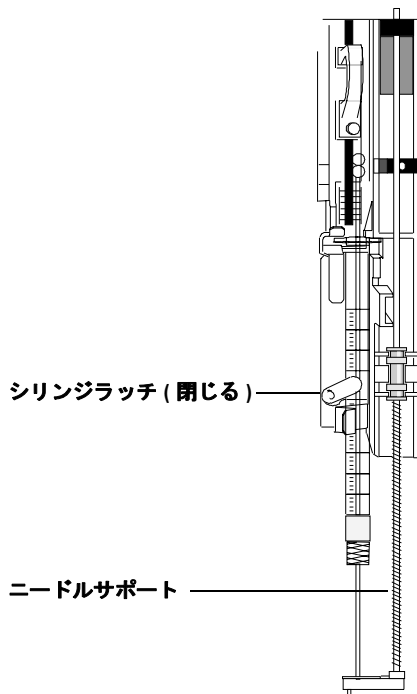

図57 シリンジを取り付けた状態のシリンジキャリッジとニードルサポート
- 8 スライドを上下に動かして、ニードルがニードルガイドフットと整列していることをチェックします。ニードルは、ニードルガイドの中をスムーズにスライドする必要があります。図57を参照してください。